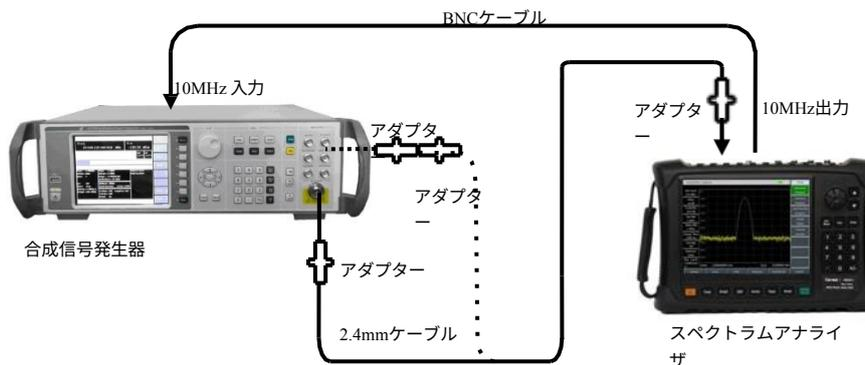

図12-1 周波数範囲テスト
1) 図12-1の点線に示すように、試験機器を接続します。4024シリーズスペクトラムアナライザ
(以下、スペクトラムアナライザと呼ぶ)を使用し、合成信号発生器1464Cの基準周波数を提供します。合成信号発生器の低周波出力端子を、スペクトラムアナライザのRF入力端子(図12-1の点線部分)に接続します。
4) 図12-1の太線に示すように、合成信号発生器をアダプターとケーブルで接続し、その後、1464CのRF出力端子をスペクトラムアナライザのRF入力端子に接続します。信号発生器の出力周波数を対応するモデルのスペクトラムアナライザの最大周波数に設定し、変調機能を無効にし、出力パワーを-10dBmに設定します。